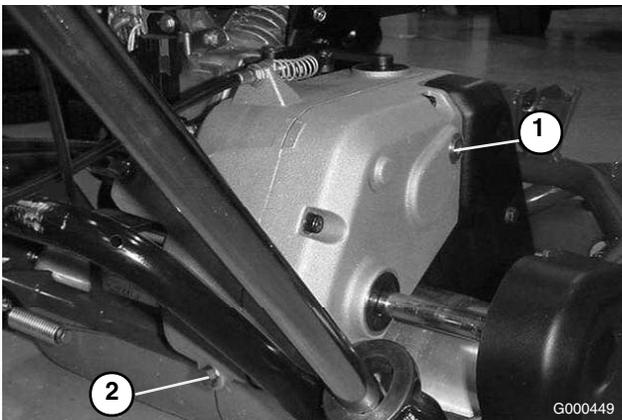

Figura 27
2. Retire a válvula de verificação/enchimento do lado direito da transmissão (Figura 27).